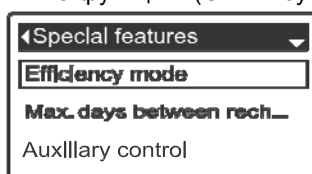

РИС. 69
5. Нажать кнопку ВЫБОР (O) для отображения меню **Специальные функции** (См. Рисунок 69).
7. Нажать кнопку ВЫБОР (O) для отображения желаемого информационного экрана (См. Рисунки 70-72).
9. Нажать кнопку ВЫБРАТЬ (O). Дисплей вернется обратно в меню **Специальные функции** (Рисунок 69).